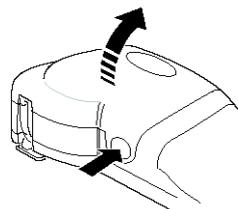

Figura 4
1. Per aprire il compartimento della cartuccia, premere sul coperchio e rilasciare. Vedere Figura 4.